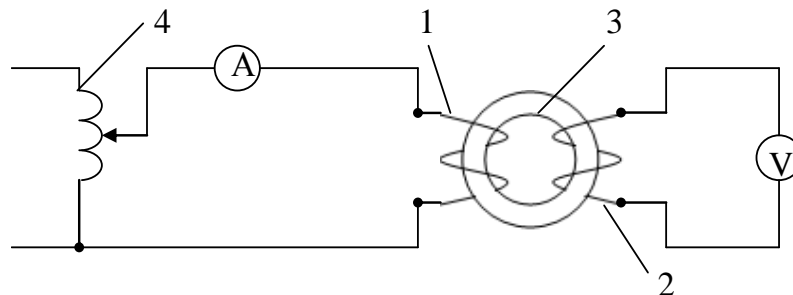

Рис. 15.1
Эта схема (рис. 15.1) представляет собой тороидальную конструкцию с тремя катушками возбуждения и одной и двумя измерительными катушками., последние четыре — амперметры и вольтметры.
3. Нарисуйте электрическую схему, используя экспериментальную модель (рис. 15.1).